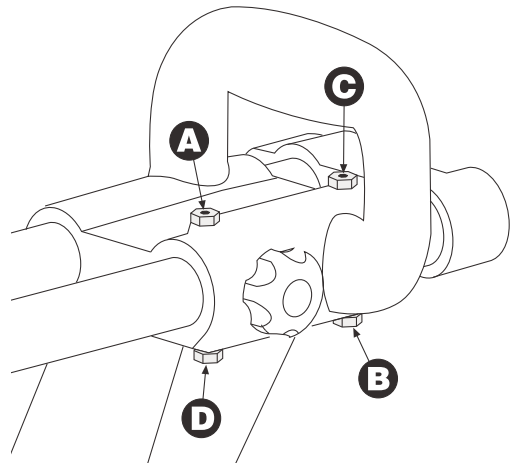
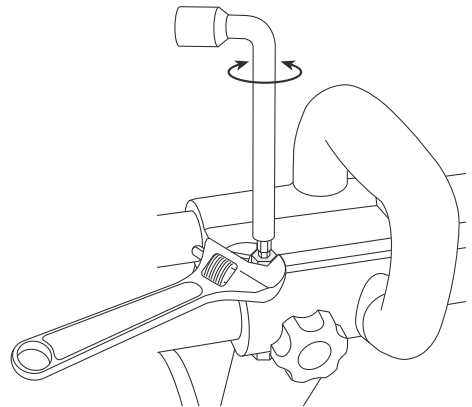

Figura 14. Tornillos de ajuste
Figura 15. Apriete o afloje el tornillo de ajuste
1. Localice los 4 tornillos de ajuste (A, B, C y D) ubicados en carcasa de la guía de rieles (Figura 14).
2. Afloje la tuerca del tornillo de ajuste (A) con una llave de tuercas ajustable.
3. Apriete o afloje el tornillo de ajuste (A) con el extremo de 4 mm de la broca que está en la herramienta universal hasta que logre una holgura de deslizamiento mínima, a la vez que mantiene la fuerza de deslizamiento deseada.
4. Después de ajustar el tornillo de ajuste (A), sujete el tornillo de ajuste (A) con una llave Allen de 4 mm y apriete la tuerca con una llave de tuercas ajustable sin mover el tornillo de ajuste (Figura 15).
5. Complete los pasos 2 a 4 con los tornillos de ajuste restantes en el orden mostrado en la Figura 14.